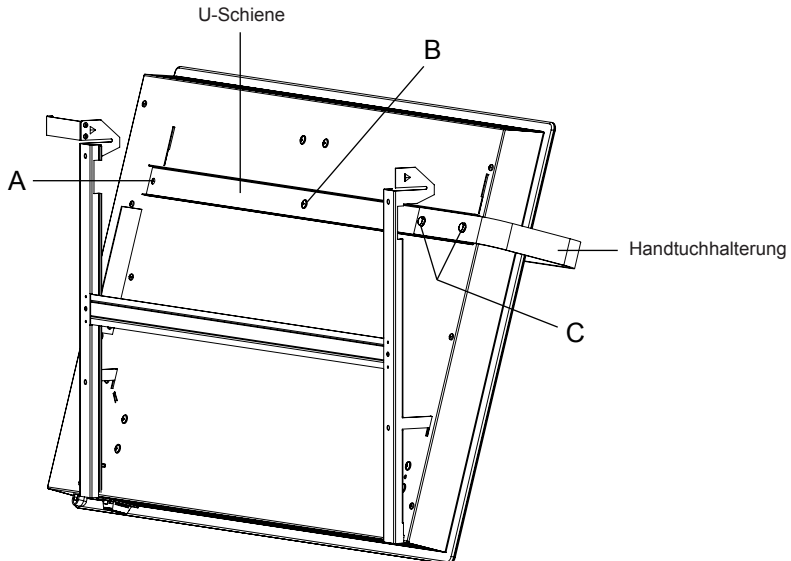

Fig. 3
- Handtuchhalterung in die vormontierte U-Schiene einlegen (Fig. 3) und mit den beiliegenden Federringen und Sechskantschrauben „C“ befestigen.